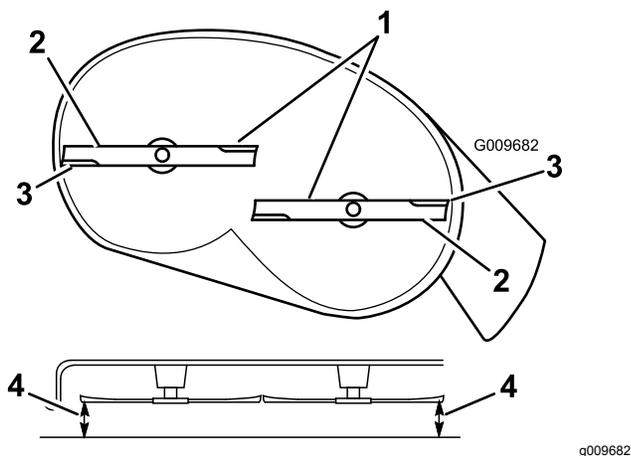

Figure 51
4. Faites pivoter les lames avec précaution pour qu'elles soient toutes parallèles (Figure 51).
- Mesurez la distance entre les tranchants extérieurs et le sol plat (Figure 51). Si les deux mesures diffèrent de plus de 5 mm (3/16 po), un réglage s'impose. Poursuivez la procédure.